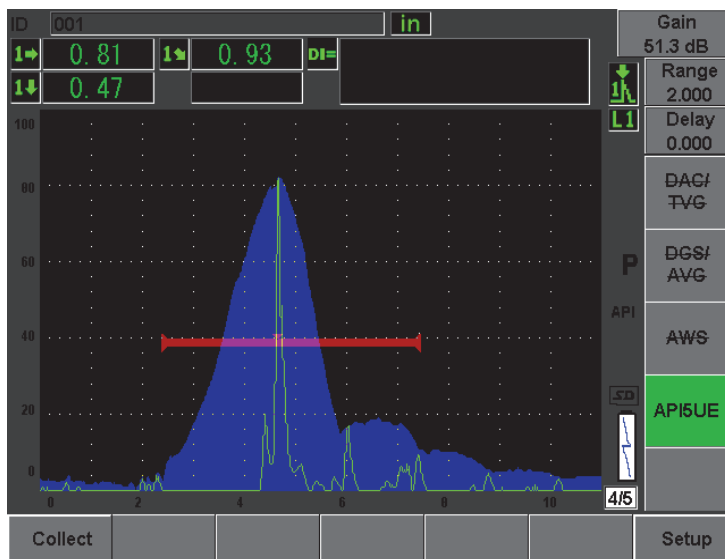

Рис. 12-23 Данные калибровки в режиме сбора данных
4. Нажмите **[P1]**, чтобы получить данные A_{max} , T_1 и T_2 от огибающей (см. Рис. 12-23 на стр. 265).